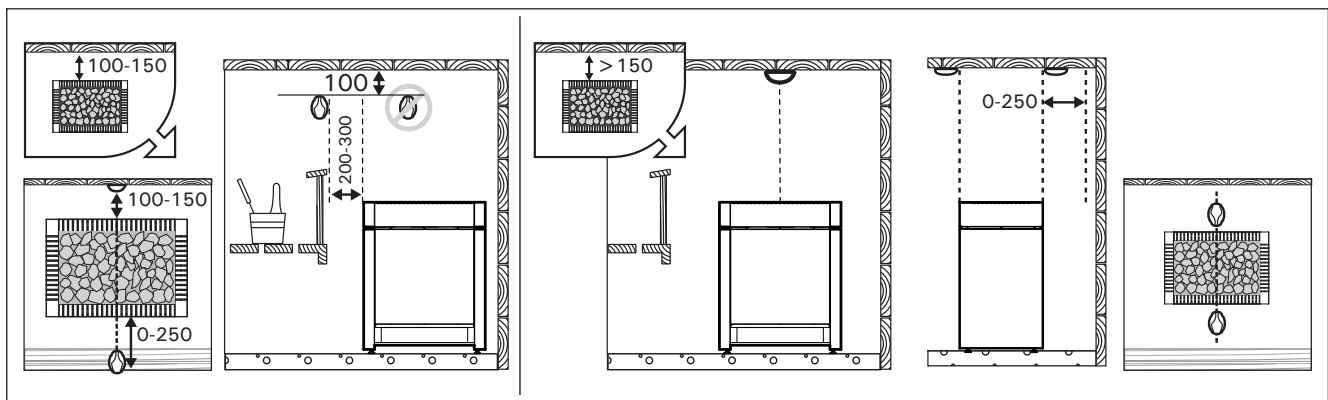

Figure 7. Installation du capteur (toutes les dimensions sont exprimées en millimètres)
- Installer le capteur de température tel qu'indiqué dans la figure 7. Si le poêle est installé à plus de 150 mm de la paroi, le capteur doit être installé au plafond.